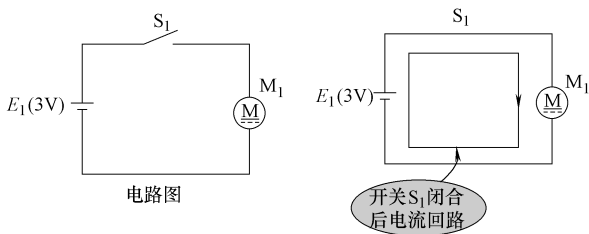

图 3-43 电流回路示意图
1) 信号电流回路。这是一个闭合的电流回路，初学者非常喜欢这样的电流回路分析，以搞明白电流经过了哪些元器件和线路，如图 3-43 所示是一个简单的信号电流回路示意图，这是一个玩具电机中的电流回路示意图。